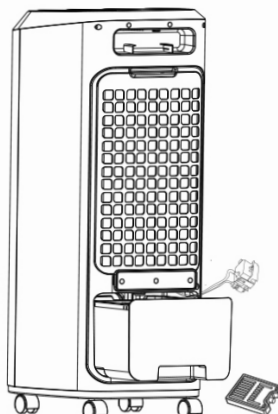

Figura 2
2. Sollevare la pompa dell'acqua quando il serbatoio dell'acqua è estratto e rimuovere completamente il serbatoio come indicato in Figura 2.